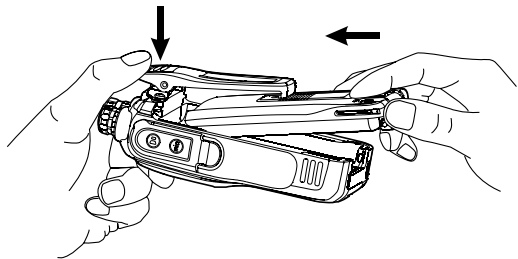

图1
- ① 如图1，手握电池主体，并使其贴近主机皮带夹下的铝壳顶部。